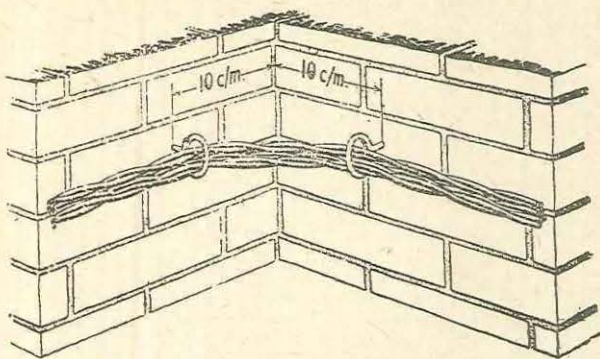

Fig. 7
- 13.—*Cuando el tendido pase por un rincón se colocará una anilla de cable de acometida en cada pared, y a unos 10 centímetros del rincón (fig. 7).*